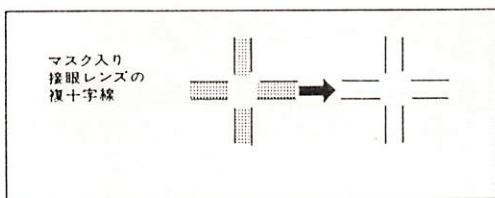

図 29
- 双眼部で行う場合は、対物レンズ4×または10×を使用し、効き眼の方の接眼スリーブにマスク入り接眼レンズを入れます。視度補正環を回し、マスク中央の複十字線にピント合せし(図29)、次に粗微動ハンドルを回して、複十字線のピント面に標本像のピントを合わせます。もう一方の眼の視度合せは、粗微動ハンドルは操作せず、視度補正環を回し、標本像面にピントを合わせます。